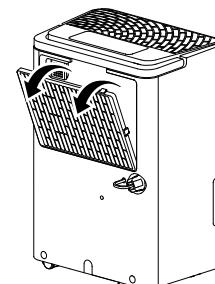

Рис. 5
**7. Чистка фильтра (Рис. 5).** Достаньте фильтр, промойте его в мыльной воде, прополосните в чистой воде, высушите и вставьте на место. В среднем, необходимо проводить чистку фильтров не реже чем раз в две недели при постоянном использовании. иначе производительность прибора может снизиться.